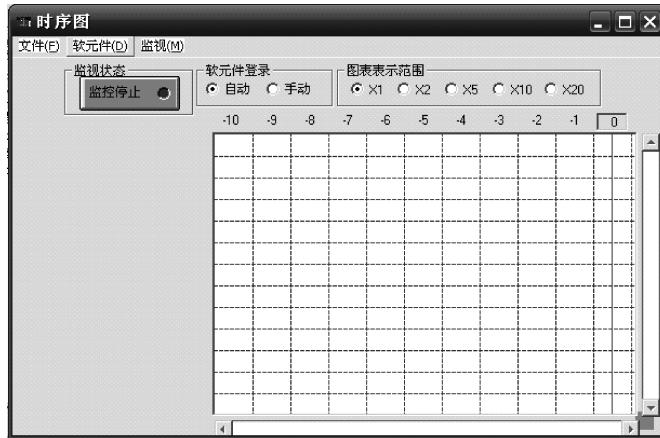

图 2-57 时序图监控
在图 2-55 中单击“时序图 (T)”→启动“(R)”，则出现时序图监控，如图 2-57 所示。在图 2-57 中可以看到程序中各元件的变化时序图。